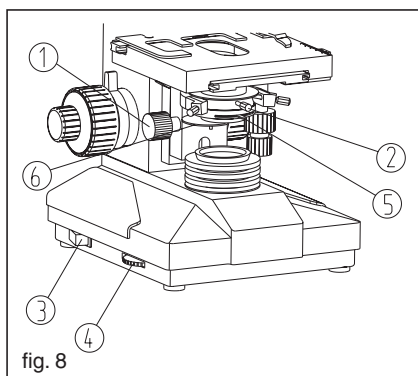
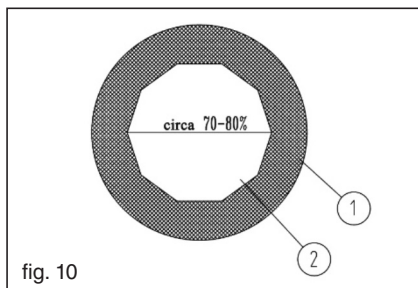

fig. 8
fig. 10
Para mover el condensador hacia arriba y hacia abajo gire el pomo de regulación de altura ①. El condensador se puede remover fácilmente desenroscando el tornillo de fijación ②. El filtro se puede fijar en el compartimiento dispuesto al efecto. (Fig.8)
Nota: No dejar el pomo de ajuste de la luminosidad al máximo por mucho tiempo a fin de evitar reducir la vida útil de la lámpara. (Fig.8)
La palanca de apertura del diafragma ⑤ se puede girar para regular la NA del sistema de iluminación (Fig.8). Remover los oculares y mirar a través del tubo, si la imagen del diafragma es excéntrica con respecto al objetivo utilizar el tornillo de regulación ①. Regular la apertura del diafragma para obtener una imagen con un buen contraste. Normalmente regulando el diámetro de apertura de la imagen del diafragma ② al 70-80 por ciento del objetivo se obtiene un buen resultado. (Fig.10)